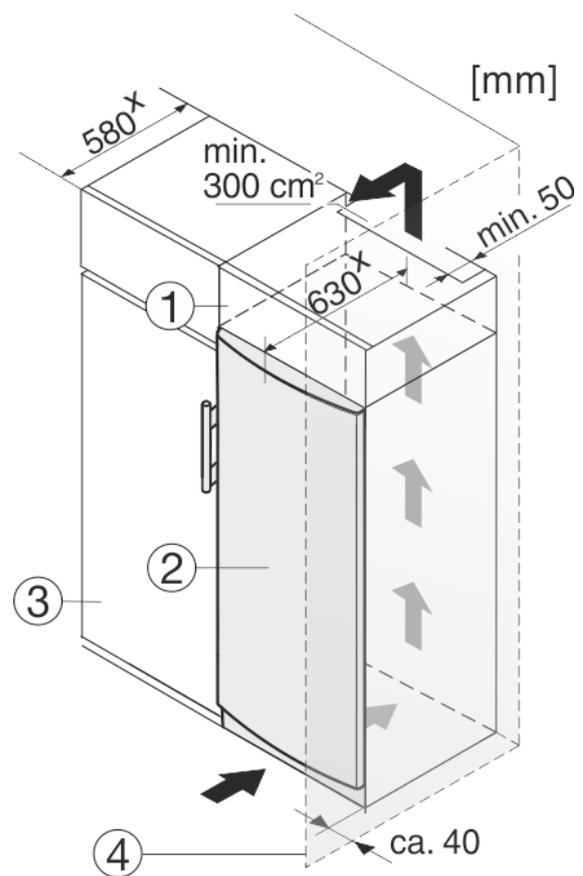

Fig. 9
Устройство может быть окружено кухонными шкафами. Чтобы уравнять устройство *Fig. 9 (2)* по высоте с кухонной стенкой, можно установить над устройством дополнительный шкафчик *Fig. 9 (1)*.
При комбинировании с кухонными шкафами (глубина макс. 580 мм) устройство можно установить непосредственно рядом с кухонным шкафом *Fig. 9 (3)*. Устройство выступает сбоку на 34 мм \* и по центру на 50 мм \* относительно передней стенки кухонного шкафа.
Если устройство установлено на шарнирах у стены *Fig. 9 (4)*, то расстояние между устройством и стеной должно быть не менее 40 мм. Настолько выступает ручка при открытой дверце.